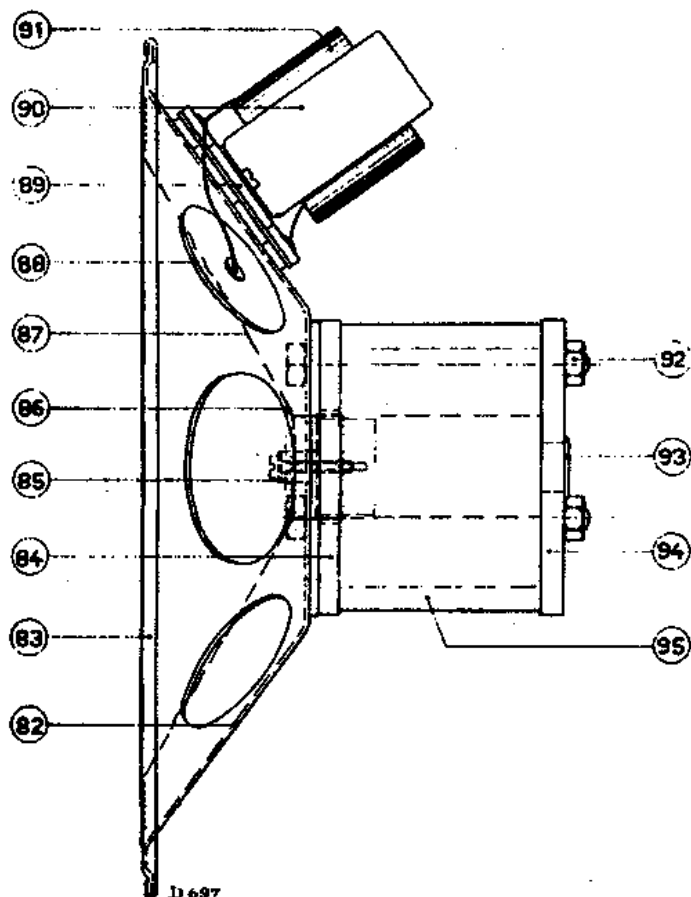

Fig. 8
Un aimant, en forme d'anneau (figure 8, repère 95) est fixé au moyen de trois boulons (92) entre deux plaques de fer doux (84 et 94). On a riveté, dans la plaque postérieure, un noyau en fer doux (93), tandis que dans la plaque antérieure on a foré une ouverture de sorte que l'on obtient un entrefer de 1 mm. Le centrage du cône se fait à l'aide de petites plaques de centrage en matière flexible (86) dans lesquelles est rivé le manchon d'écartement (85). Un petit boulon fileté de 3 mm serre ce manchon et avec lui, les plaques de centrage, sur le bloc-noyau. Le bord de cône, en flanelle, est fixé au porte-cône au moyen d'une rondelle rivée.